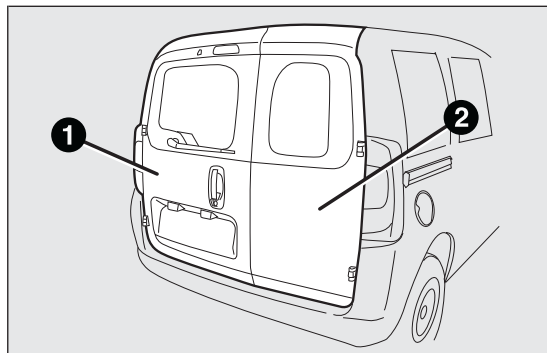

fig. 64
Las puertas traseras de dos hojas fig. 64 están equipadas con un sistema de muelle que detiene su carrera de apertura a un ángulo de aproximadamente 90 grados.
**Para cerrar, cerrar completamente la puerta de hoja derecha 2 fig. 64 y, a continuación, la puerta de hoja izquierda 1 fig. 64. No cerrar nunca a la vez las dos puertas.**